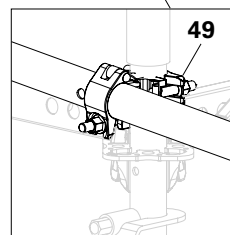

Abb. A15.06a
2. Innenrohr oder Gerüstrohr mit einer Drehkupplung (**49**) am Vertikalstiel (**13**) montieren. Drehkupplung anzie- hen. (Abb. A15.06a)